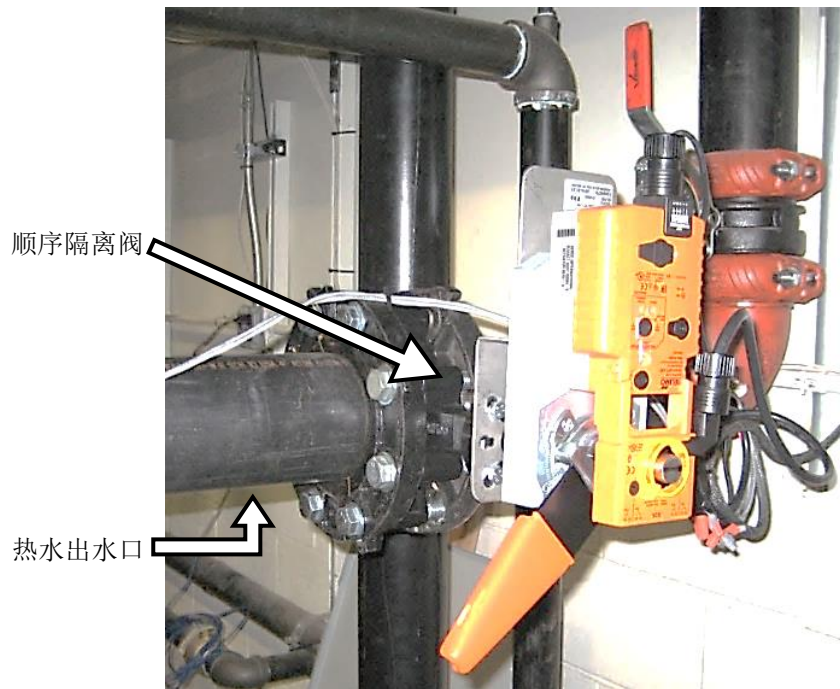

图 2-19: 安装好的顺序隔离阀
1. 将顺序隔离阀安装在锅炉的热水出口管中（图 2-19）。